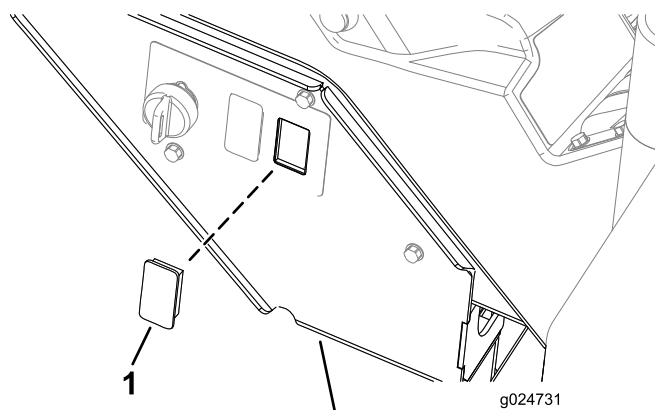

Figure 42
1. Enlevez le cache qui occupe l'emplacement de l'interrupteur des feux de détresse sur le panneau de commande du support de la console latérale (Figure 42).